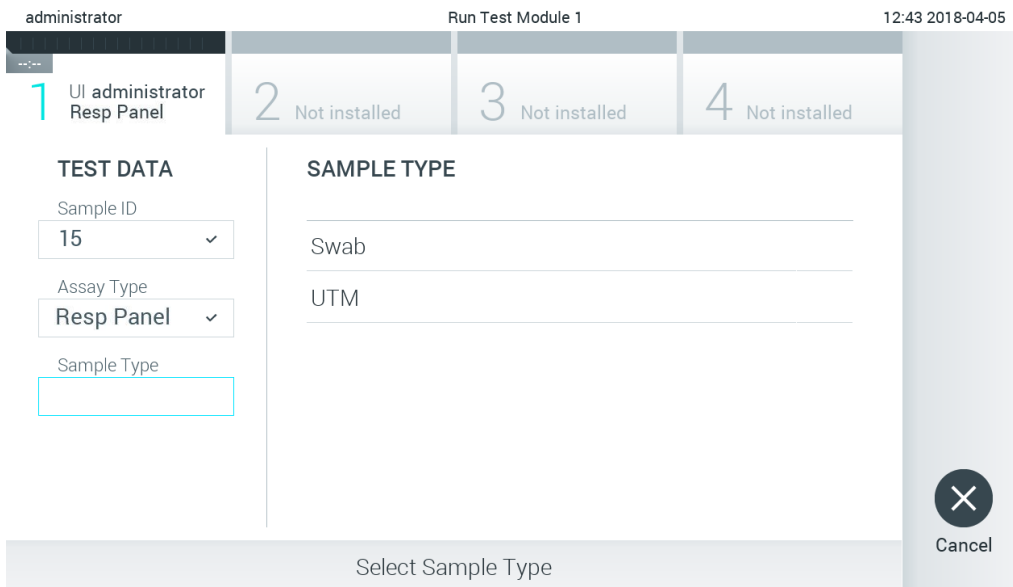

图 85. 选择样本类型。
5. 会自动填充 Assay Type（检测类型）字段，如果需要，还必须从列表中手动选择相应的 Sample Type（样本类型）（图 85）。